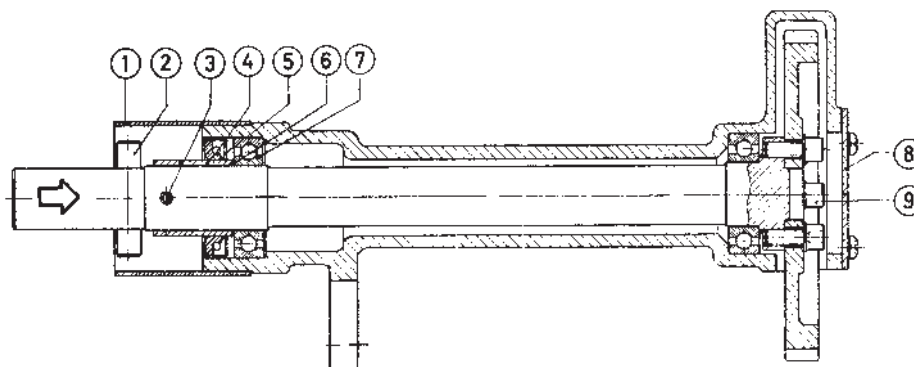

Fig. 36. Handstart
2. Demontera locket (8 enl. fig. 36).
3. Lossa skruvarna (9) samt tag bort kuggghjulet.
4. Knacka loss hylsan (1) som är pressad på huset.
5. Driv ut pinne (2), använd stöd under axeln.
6. Driv ur fjäderstift (3) samt drag av hylsa (4).
7. Pressa axeln ur huset. Axeln pressas i pilens riktning enligt fig. 36
8. Tag bort tätningsskruven (5) O-ring (6) och kullager (7).